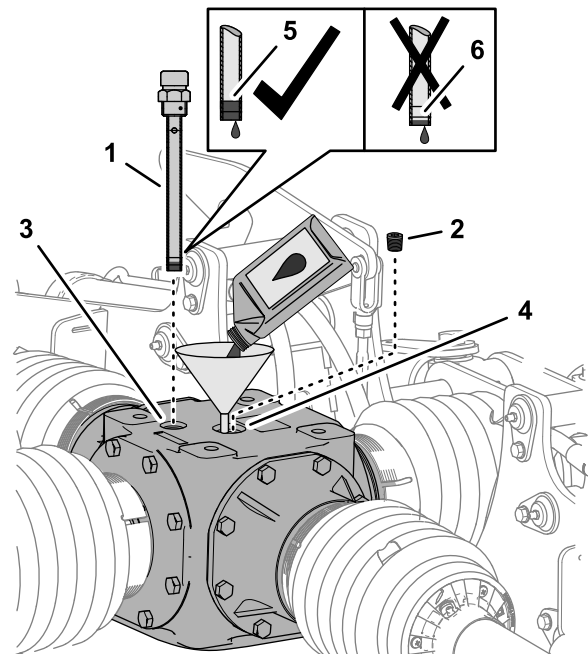

Bild 61
Getriebes und wischen Sie den Peilstab ab (Bild 61).
2. Entfernen Sie die Füllschraube von der Einfüllöffnung an der Oberseite des Getriebes (Bild 61).
3. Geben Sie 2,484 Liter des angegebenen Getriebeöls in die Einfüllöffnung in das Getriebe (Bild 61).
4. Schrauben Sie den Peilstab in die Einfüllöffnung ein, schrauben Sie den Peilstab wieder heraus und überprüfen Sie den Schmierstofffüllstand (Bild 61).
6. Führen Sie den Peilstab in die Einfüllöffnung ein und schrauben Sie den Peilstab (Bild 61) fest.
7. Setzen Sie die Füllschraube wieder auf die Einfüllöffnung und ziehen Sie die Füllschraube fest (Bild 61).